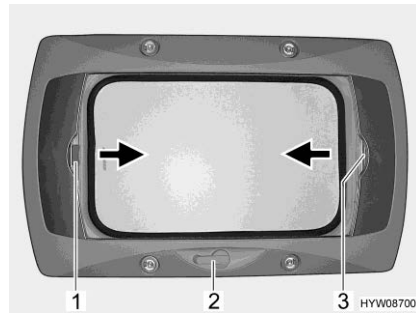

Fig. 73 Oblò a manovella
- Apertura:** ■ Ruotare la manovella (Fig. 73,2) fino a quando non si incontra resistenza.
- Chiusura:** ■ Tirare la tendina oscurante pieghevole per la maniglia (Fig. 73,3) nella direzione della freccia fino alla posizione desiderata e rilasciare. La tendina oscurante pieghevole rimane in questa posizione.
- Chiusura:** ■ Tirare la zanzariera a rullo per la maniglia (Fig. 73,1) nella direzione della freccia verso la maniglia contrapposta della tendina oscurante pieghevole (Fig. 73,3) e farla innestare.
- Apertura:** ■ Tirare la maniglia della zanzariera a rullo (Fig. 73,1) dietro, verso l'alto, e sganciare la zanzariera a rullo dalla tendina oscurante pieghevole (Fig. 73,3).